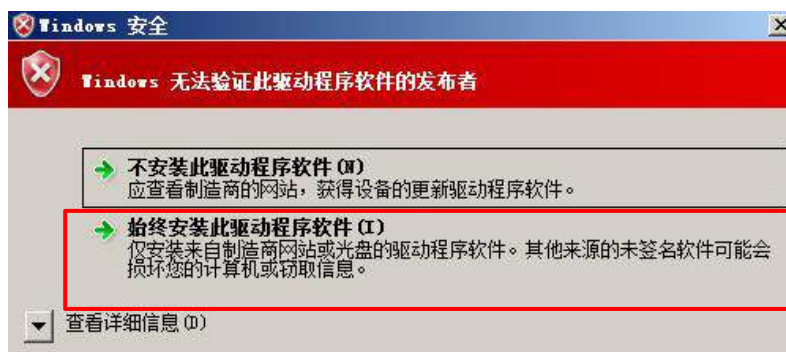

图 4-2-6. 始终安装驱动程序
- ⑤ 通过上述操作出现图 4-2-6，点击【始终安装此驱动程序软件】